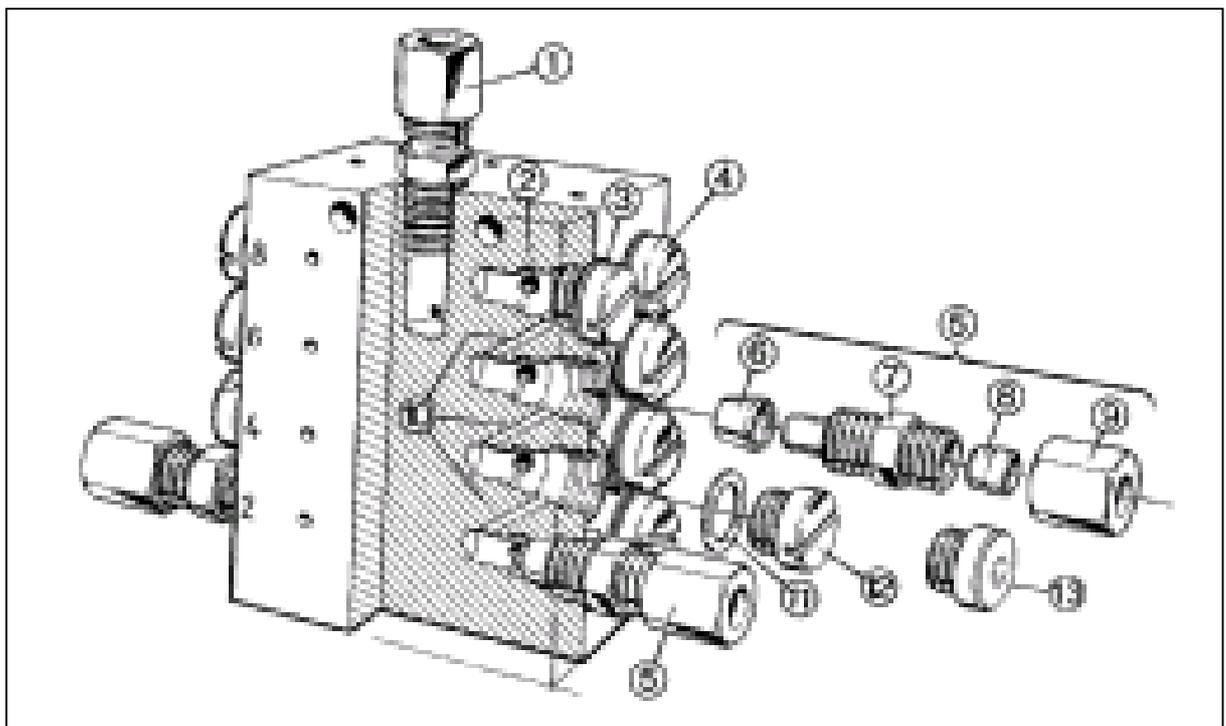

Рис.18 Разрез распределителя с применяемой соединительной арматурой
Внимание: Корпус клапана 7 (рис.18) всегда с конусным уплотнением применять.
- * Конусное уплотнение 6 (рис.18) закрывает соединительные каналы 10 к следующему выпуску.